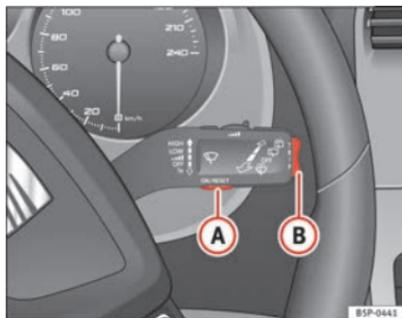
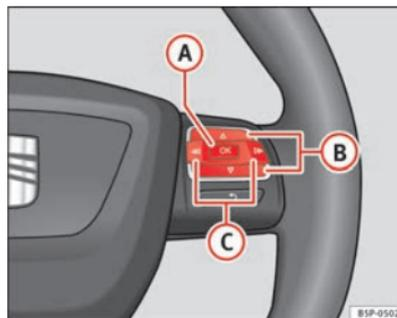

Fig. 43 Manípulo do limpa-vidros: botão A para confirmar opções do menu e botão basculante B para mudar de menu
Fig. 44 Comandos no volante: botão A para confirmar opções do menu e botão B para mudar de menu
- Para aceder ao menu «Configuração», premir o botão **C** ⇒ página 66, fig. 44 até visualizar o menu no visor. Já está dentro deste menu.
- Para mudar de uma memória para a outra, premir brevemente o botão **A** ⇒ página 66, **fig. 43** ⇒ página 66 do manípulo do limpa-vidros ou o botão **OK** do volante multifunções ⇒ página 66, **fig. 44** ⇒ página 66 com a ignição ligada. ▶
No indicador multifunções pode consultar os seguintes dados accionando o botão basculante **B** ⇒ página 66, fig. 43 ⇒ página 66 do manípulo do limpa-vidros ou premindo o botão **A** ou **V** ⇒ página 66, fig. 44 do volante multifunções*.